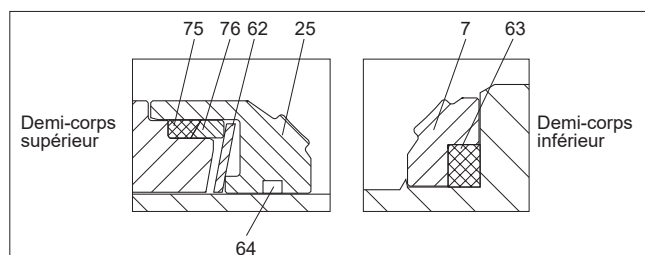

Fig. 21 Sièges G
- Monter le joint (63) sur le siège (7) comme indiqué sur la figure 21, puis placer les deux ensemble complètement dans leur logement dans le corps.
- Poser la sphère sur le siège verrouillé de façon que la fente se trouve face à l'orifice d'introduction de l'axe. Engager l'axe (5) à l'intérieur de la vanne. S'assurer que l'extrémité de l'axe entre bien dans la fente de la sphère.
- Assembler le siège (25) et le joint de siège (64), le ressort (62), le joint de siège (75) et l'anneau de retenue (76) – cf. Figure 21 – et mettre en place l'ensemble dans le demi-corps supérieur (2).